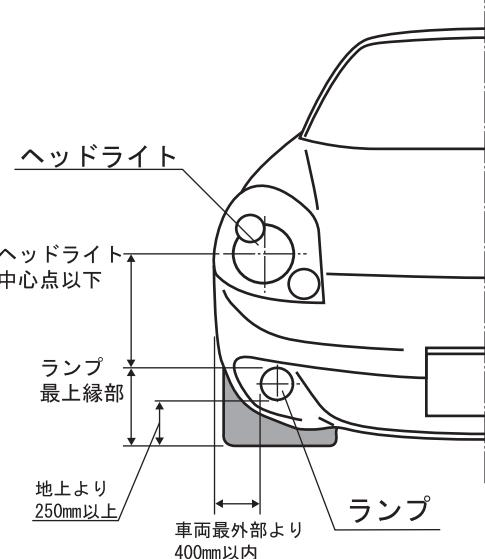

図1
- ①ランプ取付作業を行う前に、必ず車両のバッテリー（-）ターミナルから（-）端子を取り外してください。
- ②ランプ本体を車両の適切な位置へ確実に取付けてください。※取付位置は図1参照。